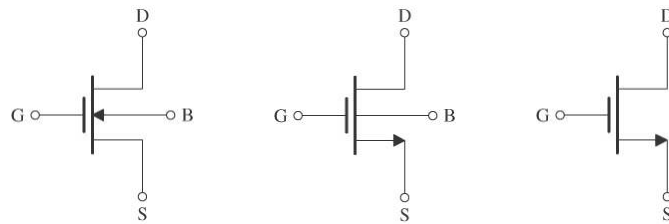

Figura 1.- Símbolo del transistor N-MOS de enriquecimiento.
El símbolo del transistor MOSFET de enriquecimiento canal N es el que podemos observar en la Figura 1, en diferentes representaciones. El transistor cuenta con 4 terminales: la puerta (G), el drenador (D), la fuente (S) y el sustrato que suele encontrarse conectado al terminal fuente y que por tanto en la mayoría de las ocasiones no es representado en el símbolo. La intensidad en el transistor MOSFET de canal N fluye en el sentido drenador-fuente en el momento en el que el potencial aplicado entre los terminales puerta y fuente (V_{GS}) supera una cierta tensión umbral (V_{Tn}).